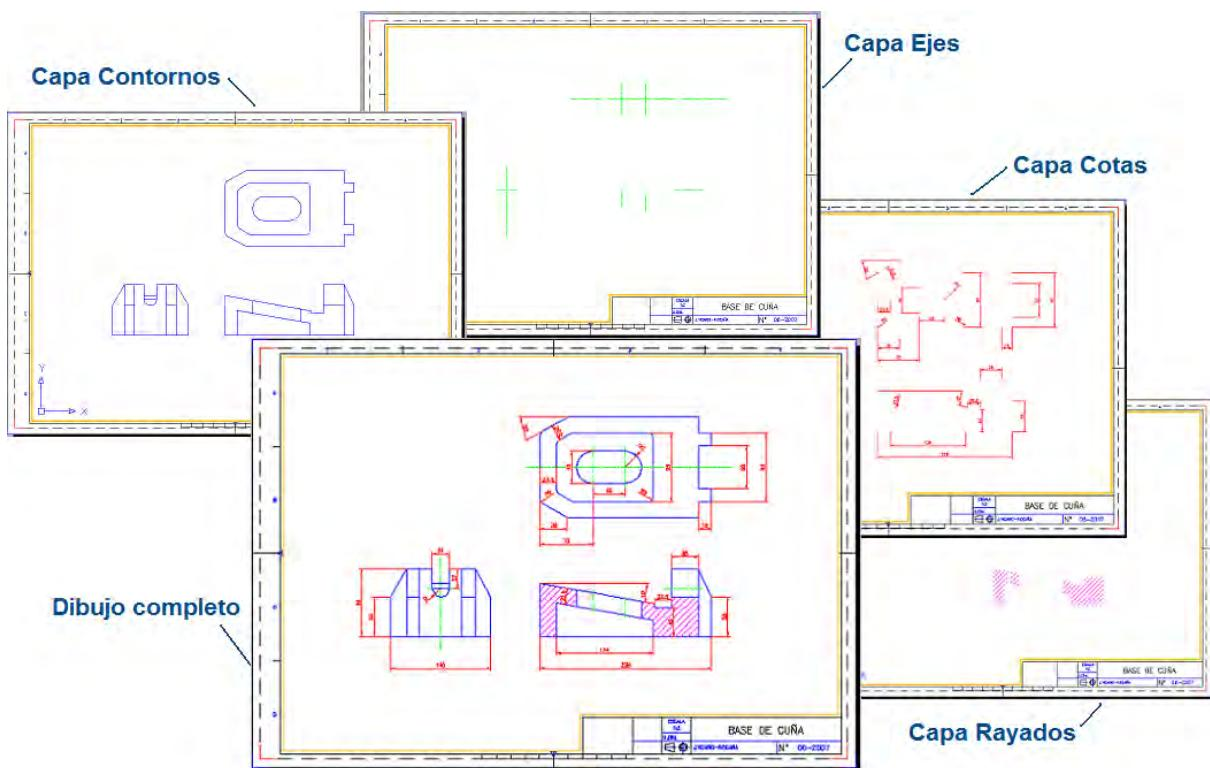

Figura 9.1. Ejemplo de un dibujo con capas.
- **Capa.** Cada objeto se crea en una capa, la que esté como actual en ese momento. Como hemos comentado, la capa es un concepto de AutoCAD que agrupa a los objetos para, por ejemplo que su visualización sea conjunta o por capas (figura 9.1). Una forma habitual y sencilla de comprender su funcionamiento es considerarlas como “hojas” transparentes, en cada una de las cuales se dibujan objetos que poseen ciertas características comunes, por ejemplo, en una capa se pueden agrupar todos los contornos gruesos del dibujo, en otra, todos los ejes, en otra, todas las cotas, etc. Normalmente, cada uno de estos grupos es dibujado en el mismo color y tipo de línea, pero también tienen iguales el resto de propiedades, de modo que si a la capa donde se generan los objetos se le asignan determinadas propiedades (color, tipo de línea, grosor de línea, etc.), todos ellos se mostrarán con dichas propiedades visuales, aunque la designación será: color *PorCapa*, tipo de línea *PorCapa*, grosor de línea *PorCapa*, etc. Un poco más adelante entenderemos este concepto.